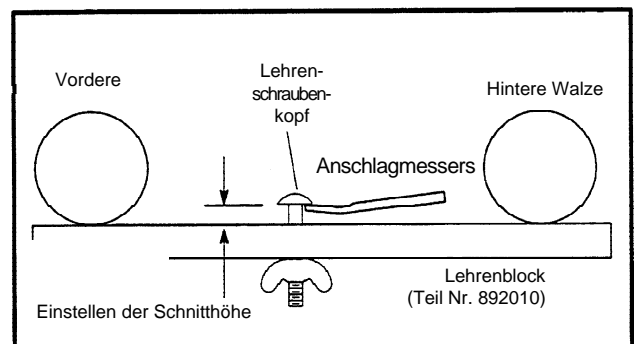

Abbildung 16
1. Stellen Sie die Schnitthöhe am Lehrenblock (Teil Nr. 892010) ein, indem Sie die Flügelmutter drehen, bis der Abstand zwischen der Basis des Schraubenkopfes und der Oberseite des Lehrenblocks der gewünschten Schnitthöhe entspricht (Siehe Abb. 16).
3. Lockern Sie die Verriegelungsmutter Halten Sie den Lehrenblock quer zur Basis sowohl der vorderen als auch der hinteren Walzen nahe dem Walzeneinstellträger und stellen Sie die vordere Walze ein bis die Schneidkante des Anschlagmessers hochkommt, um den Boden des Lehrenschraubenkopfes zu berühren (Siehe Abb. 16).